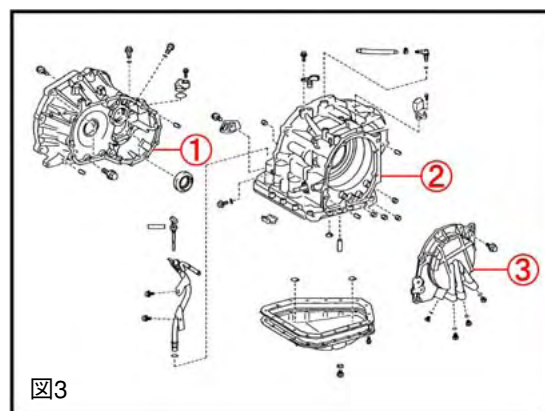

図3
従来からある多段自動変速機のトランスミッションケースが損傷した場合では、図3の①～③のように、トランスミッションケースのみの補給形態があるので、トランスミッションケースのみ損傷した時は、トランスミッションケースを取替えることができます。
- ①トランスアクスルハウジング
- ②オートマチックトランスアクスルケースSUB-ASSY
- ③トランスアクスルリヤカバー
(図3は、トヨタヴィッツNCP95系の補給形態図です)。